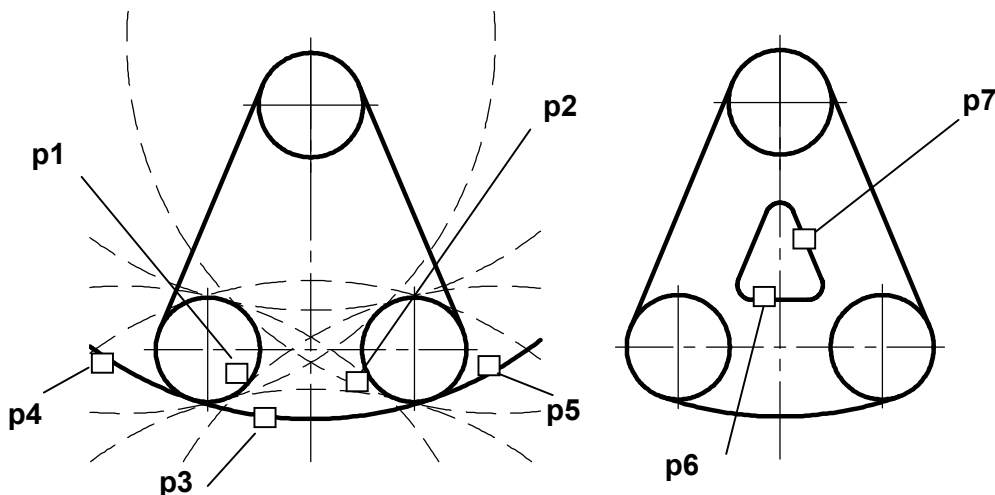

Рис. 2.2. Построение окружности касательной к двум окружностям и двум прямым
- 2) указать графическим курсором произвольную точку (точка **p1**) на первой заданной окружности, с которой должна касаться искомая окружность (рис. 2.2а);
- 3) указать графическим курсором произвольную точку (точка **p2**) на второй заданной окружности, с которой должна касаться та же искомая окружность (рис. 2.2а);
- 5) выбрать курсором на графической зоне нужную касательную окружность (указать точку **p3**) и щелкнуть по кнопке  – **Создать объект** панели специального управления (рис. 2.2а);
3) указать курсором на графической зоне прямые, между которыми строится сопряжение (на рис. 2.2б это точки **p6** и **p7**);